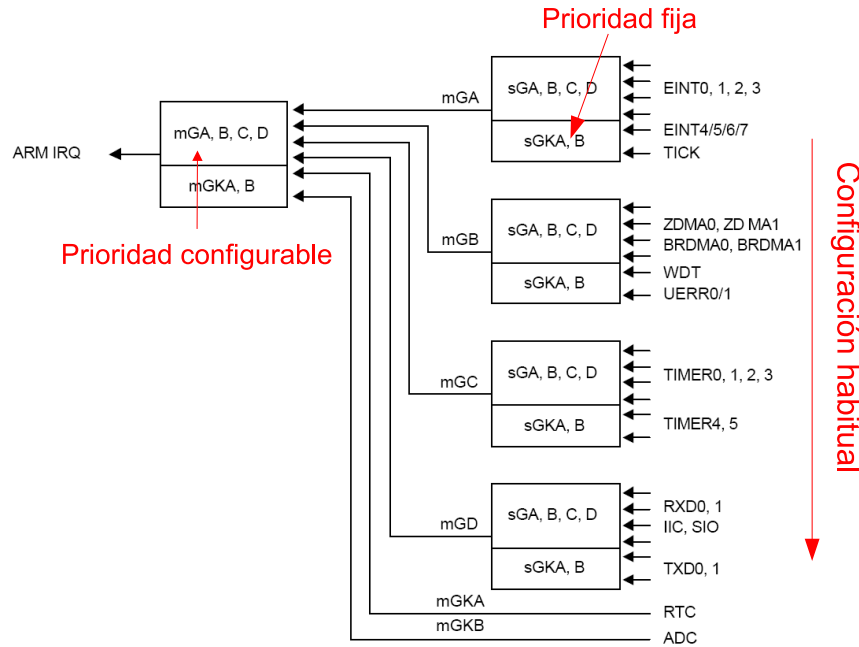

Figura 4.2: Esquema de bloques del controlador de interrupciones.
El controlador de interrupciones permite convertir las dos líneas de interrupciones externas en 26 líneas independientes con distintas prioridades. Tiene una estructura jerárquica compuesta de un maestro y cuatro esclavos, como ilustra la figura 4.2. Como podemos ver, permite gestionar 30 fuentes de interrupciones aunque algunas de ellas (UERR0/1 y
- Si A y B están en diferentes grupos maestro y la prioridad del grupo maestro de A es mayor que la prioridad del grupo maestro de B, A es más prioritaria que B. Los grupos maestros son los etiquetados como **mG*** en la figura 4.2.
- Si A y B están en el mismo grupo maestro y la fuente A tiene mayor prioridad que la fuente B, A es más prioritaria. Las fuentes son las etiquetadas como **SG*** en la figura 4.2.
La configuración del esquema de prioridades descrito puede configurarse a través de los registros *I_PSLV* y *I_PMST*. Para obtener una descripción precisa de ellos consultar el manual del S3C44B0X [um-]. Por defecto, el controlador de interrupciones emplea el esquema de prioridades mostrado en la figura 4.2 (EINT0 es la línea más prioritaria y ADC la menos), que se corresponde con el orden de los bits en los registros de configuración.